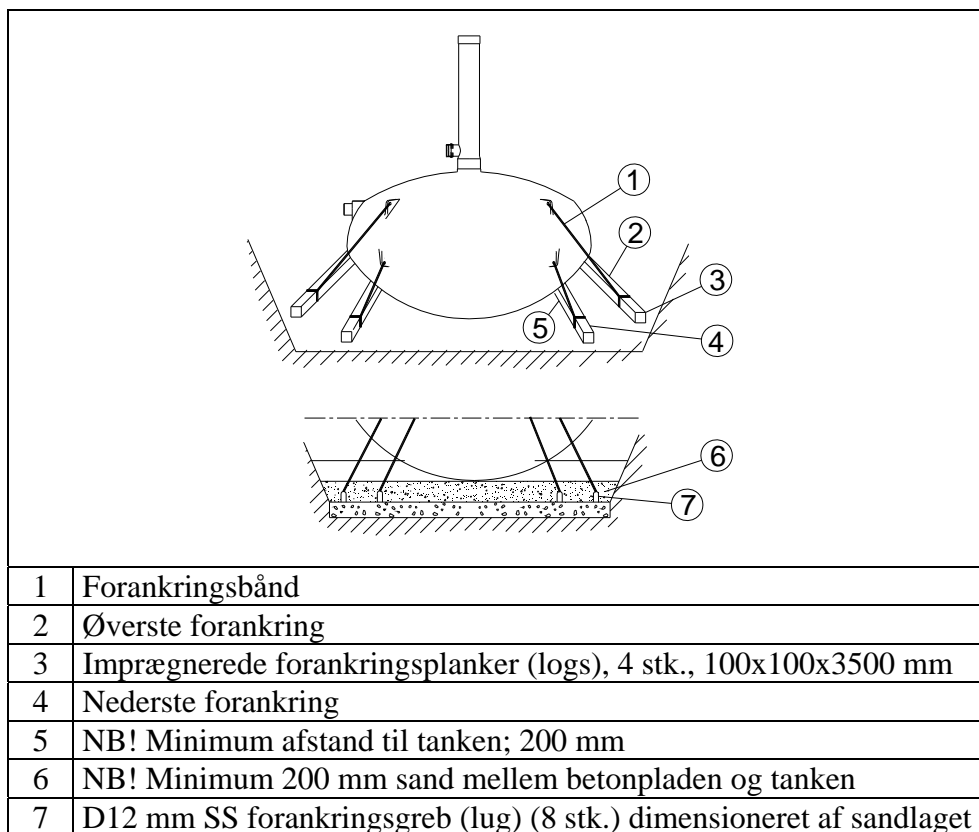
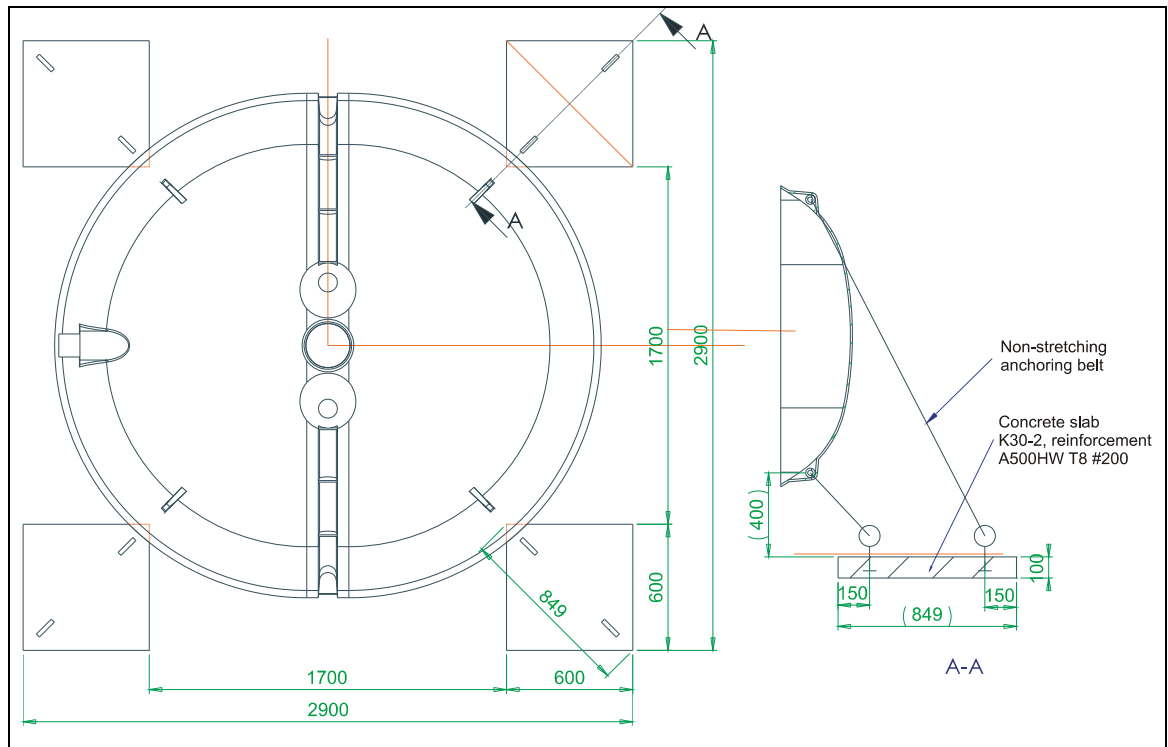

Fig. 6: Forankring af samletanken ved anvendelse af imprægnerede forankringsplanker (logs) eller en stor betonplade
Fig. 7: LOKA 6000 forankring ved hjælp af fire 600x600x100 forankringsplader
3. Hvis jorden er meget gennemtrængelig/permeabel (well permeable), kan samletanke under og inklusive 6 m³ forankres ved hjælp af 4 imprægnerede forankringsplanker (logs) på 100x100x3500 mm. Forankringsplankerne (logs) bør placeres på begge sider af tanken, så de dækkes fuldstændig af sand. Der bør som minimum være et 500 mm sandlag mellem tanken og forankringsplankerne (logs). Det ikke strækbare forankringsbånd bindes rundt om forankringsplankerne (logs) så stramt, så de ikke vil give efter i tilfælde af opdrift. Til forankring af samletankene LOKA 4000/3100 og LOKA 6000 bruges imprægnerede forankringsplanker (logs), se Fig. 6, og på lignende måde til forankring af samletankene LOKA 3000/5000, se Fig. 7.
Alternativt kan samletanken forankres ved hjælp af fire små forankringsplader eller én stor og armeret forankringsplade. De mindste plader bør måle minimum 600x600x100, og hver forankringsplade bør have fra en til to forankringsgreb af rustfrit stål (Fig. 7).
Forankring kan også foretages ved hjælp af en enkelt armeret forankringsplade. Under forankring af LOKA 4000/3100 og LOKA 6000 skal pladens længde være diameteren + 200 mm og tykkelsen minimum 100 mm. 8 SS forankringsgreb (lugs) indstøbes i den armerede forankringsplade, hvormed samletanken kan forankres (Fig. 6).